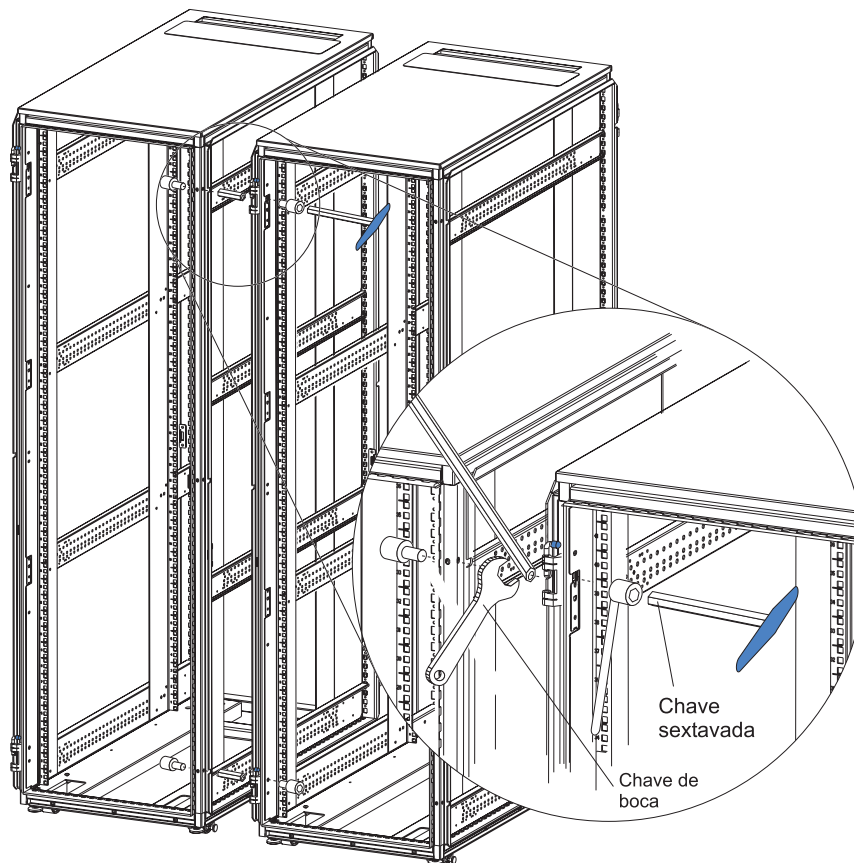

Figura 15. Juntando Racks Padrão e de Expansão S2 42U para Formar um Conjunto
2. Insira um pino de conexão fornecido com o rack de expansão através do slot superior na frente dos racks padrão e de expansão, conforme mostrado na Figura 15. O slot está localizado atrás da dobradiça superior.